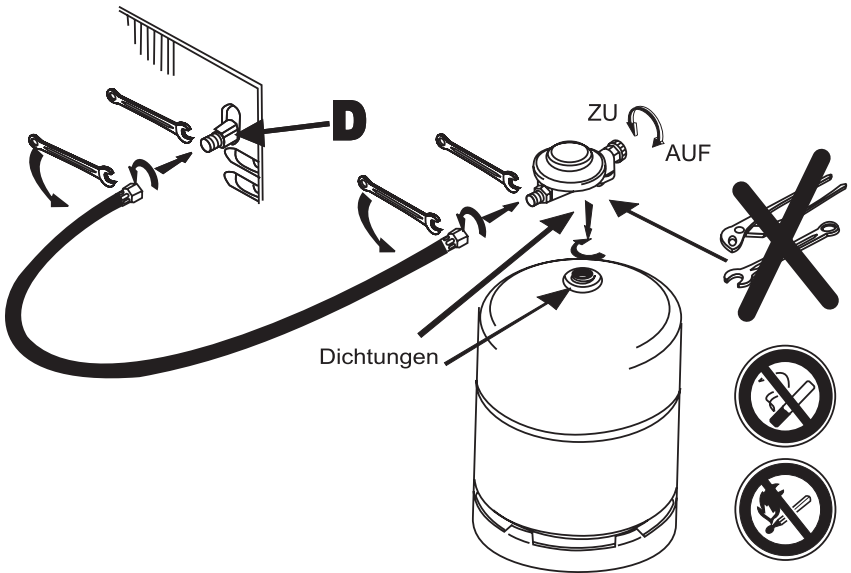

Fig 3
10. Anschluß einer Gasflasche mit innenliegendem Kugelrückschlagventil (Fig. 3)